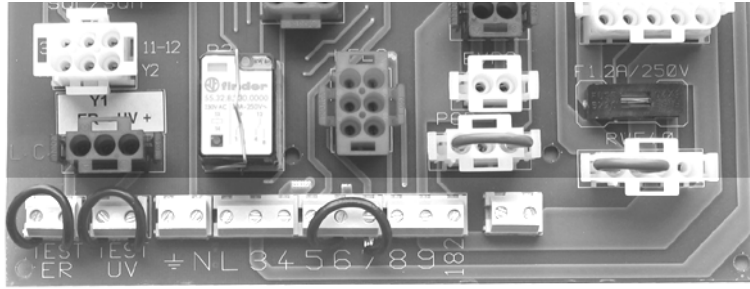
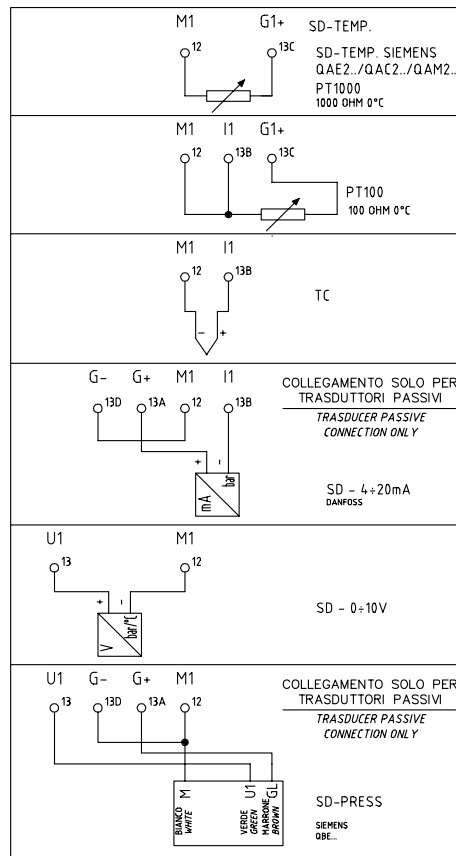

Рис. 14: Клеммник МА подключения на печатной плате
Рис. 16: Соединение датчиков
По подключениям см. клеммник на Рис. 14
1). Подсоединить провода, относящиеся к разрешительному сигналу от котла к горелке, на следующие компоненты (Рис. 14, Рис. 16)
2). Подсоединить провода, относящиеся к разрешительному сигналу от котла к горелке, на следующие компоненты (Рис. 14, Рис. 16)
3). В случае с модулирующими горелками, клеммы 5,6 и 7 клеммника МА горелки уже подсоединены с модулирующим регулятором (мод. RWF 40). С электрощита выходит 4-х полюсная вилка, предназначенная для подключения датчика температуры или давления (см. Рис. 16)